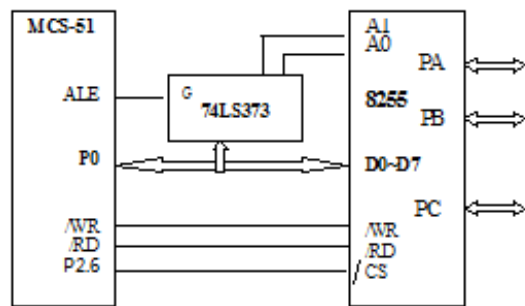

图 9.1 8255 与单片机的连接方法
- 2. 8255 与单片机的连接方法如图 9.1 所示。要求 8255 在工作方式 0，PA 口为输出口，PB 及 PC 口为输入口，计算 8255 的控制字，并写出将该控制字写入 8255 的程序。
- 3. 8255 与单片机的连接方法如图 9.1 所示。写一段程序，实现将 8255 的 PC6 脚置 1 的程序。
2. 8255 与单片机的连接方法如图 9.1 所示。要求 8255 工作在工作方式 0，PA 口为输出口，PB 及 PC 口为输入口，计算 8255 的控制字，并写出将该控制字写入 8255 的程序。
3. 8255 与单片机的连接方法如图 9.1 所示。写一段程序，实现将 8255 的 PC6 脚置 1 的程序。